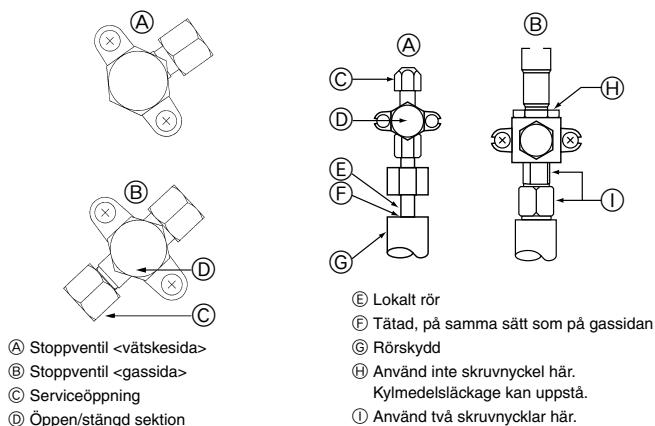

Fig. 4-4
4.4. Provmetod för att kontrollera om kylmedelsrören är lufttäta (Fig. 4-4)